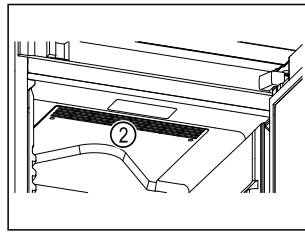

Fig. 62
- Udržiavajte voľné vetracie štrbiny Fig. 62 (2) cirkulačného ventilátora vo vnútornom priestore.